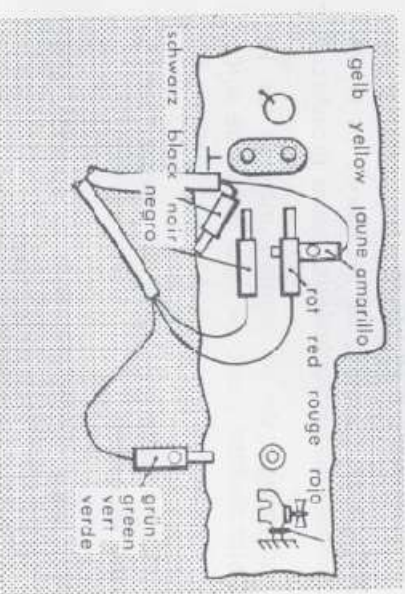

Fig. 4
a) Monaurale (einkanallige) Wiedergabe nach Fig. 4.
- a) Follow Figure 4 for monaural (single channel) hook-up. Reverse the two plugs in case of hum.
- a) Reproduction orcinale (monaurale) avec un seul canal (fig. 4). Si un roulement se fait entendre, il suffit de croiser les fiches aux douilles de raccordement au pick-up.
- a) Reproducción monaural con un solo canal (fig. 4). Si se producen zumbidos, bastará invertir los polos del enchufe en la conexión del fonocaptor.